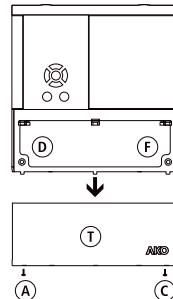
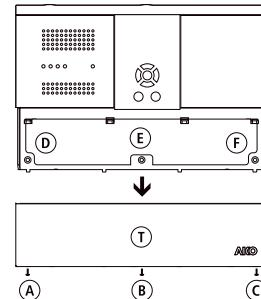

FIG.1a
FIG.1b
- Retirar la tapa T del equipo (Fig.1a ó Fig.1b)
- Insertar y apretar los tornillos D,E,F (Fig.1a ó Fig.1b).
- Despues de conectar los cables según el esquema de conexión, cerrar la tapa T, insertar y apretar los tornillos A,B,C (Fig.1a ó Fig.1b).
- Despues de conectar los cables según el esquema de conexión, cerrar la tapa T, insertar y apretar los tornillos A,B,C (Fig.1a ó Fig.1b)